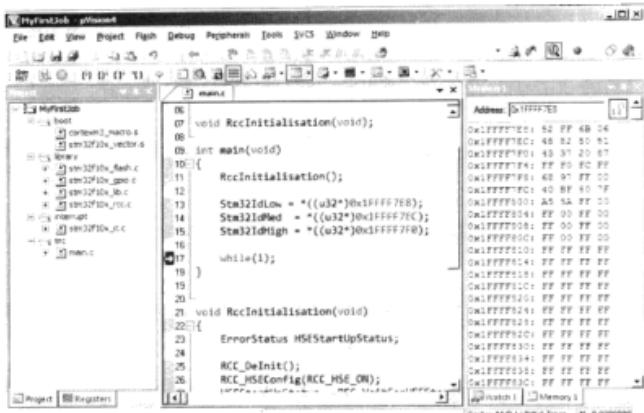

图 4.4.25 Memory 窗口
③ 变量一定是存放在 STM32 内部的存储空间中(无论是 Flash 空间还是 RAM 空间), 即这些存储空间应该也是可以查看的。操作流程如下: 选择 View → Memory Windows → Memory 1 / Memory 2 / Memory 3 / Memory 4 菜单项, 此时根据选择出现 Memory 窗口。在 Memory 窗口中填入所要查看的存储地址(此处填入 0xFFFFF7E8, 注意前面的 0x 不能省略), 按下回车键后 Memory 窗口的内容发生跳转, 如图 4.4.25 所示。
从图 4.4.25 中可以看到,从 0x1FFFF7E8 地址处开始的数据分配情况如下: